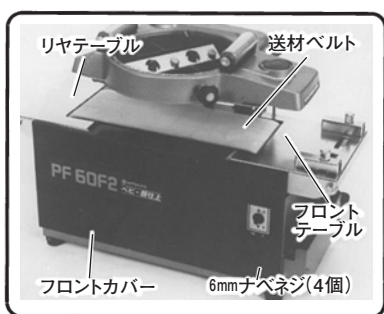

図 34
(1) 6mmナベネジ4個を手持ちの⊕ドライバーでゆるめ、フロントカバーを取りはずします。(図34)
(2) 8mmボルト4個を付属のボックススパナでゆるめ、フロントテーブルを取りはずします。